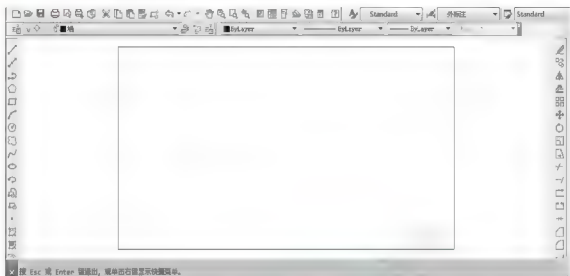

图 4.3 调整视图
(4) 执行【实时缩放】命令 \mathcal{Q} 将视图调整到如图 4.3 所示的状态。